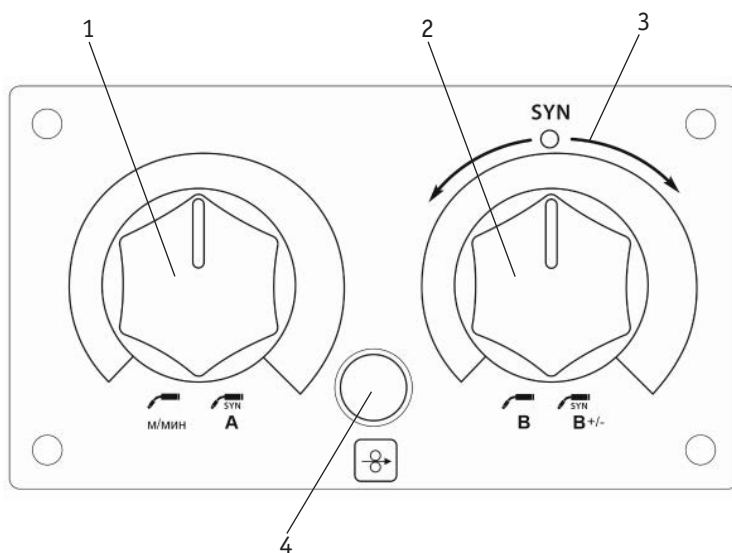

Рис. 5.0.2. Передняя панель механизма подачи проволоки.
| 4. Панель управления (См. рис. 5.0.2, 5.0.3). | 9. Замок дверцы подающего механизма.   |
**ВНИМАНИЕ!** При переключении аппарата в синергетический режим MIG/MAG, FCAW важно перевести регулятор на подающем устройстве TESH WF-501 (См. рис. 5.0.2, поз. 2) в верхнее положение как показано на рисунке 5.0.3.